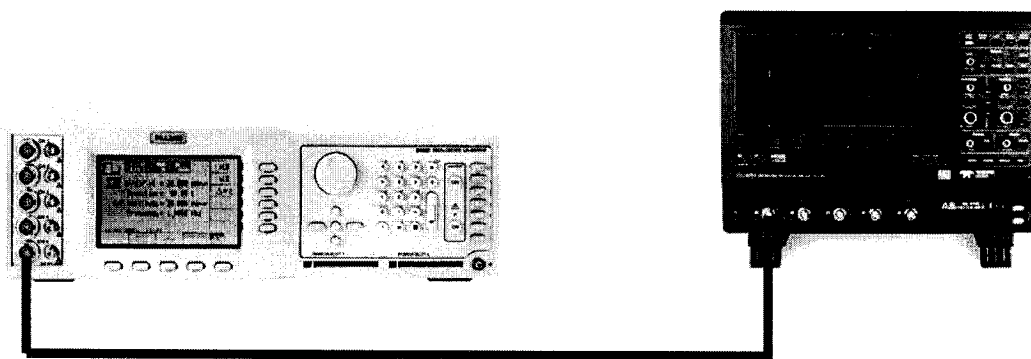
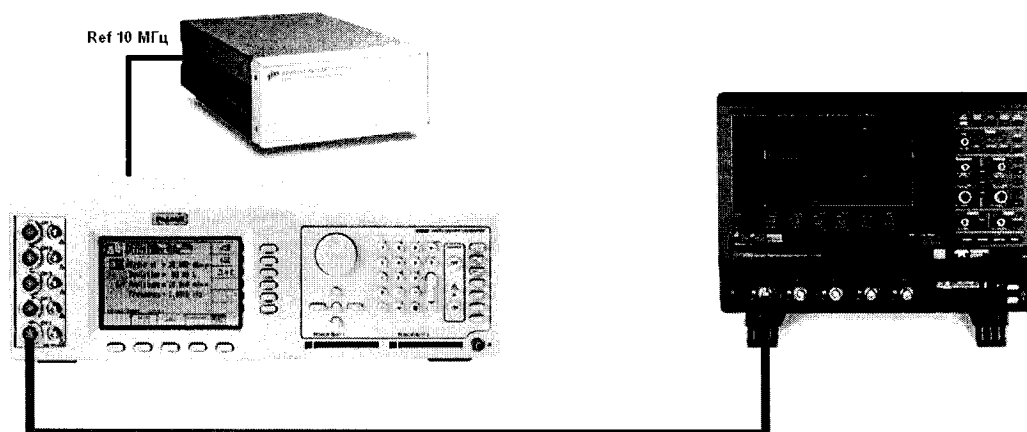

Рис. 1
Рис. 2
1. Собрать схему поверки, приведенную на рис. 1.
1. Собрать схему поверки, приведенную на рис. 1. Использовать вход «50 Ом» канала 1 осциллографа.
1. При установленной в калибраторе Fluke 9500В опции 100 использовать схему поверки, приведенную на рис. 1. При отсутствии данной опции у калибратора, собрать схему поверки, приведенную на рис. 2.
2. При использовании схемы на рис. 2, подключить ко входу внешней опорной частоты калибратора источник стабильной частоты с относительной погрешностью частоты внутреннего опорного генератора не хуже $2,5 \cdot 10^{-7}$. Например, стандарт частоты рубидиевый FS 725. Выполнить синхронизацию калибратора с внешним стандартом частоты.
6. Определить погрешность частоты внутреннего опорного генератора и пределов погрешность измерения временных интервалов по формулам (3) и (4):